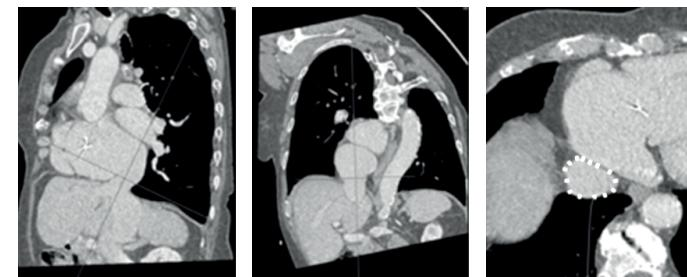

Figura 9: Ajuste dos planos
- Coloque o centro da interseção da linha no ponto de interesse. Repita para os 3 planos apresentados no ecrã da MPR 3D (Figura 9).